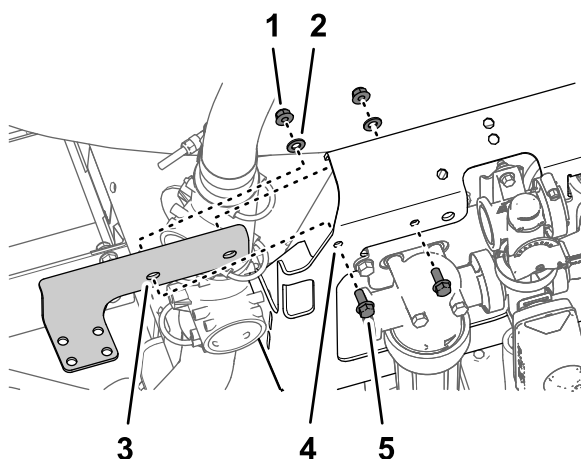

図 6
1. バルブマウントブラケットをバルブサポートの正面に組み付ける図 6 フランジヘッドボルト5/16 x 3/4 インチ4本、フランジロックナット5/16 インチ4枚、ワッシャ5/16 インチ4個を使用する。